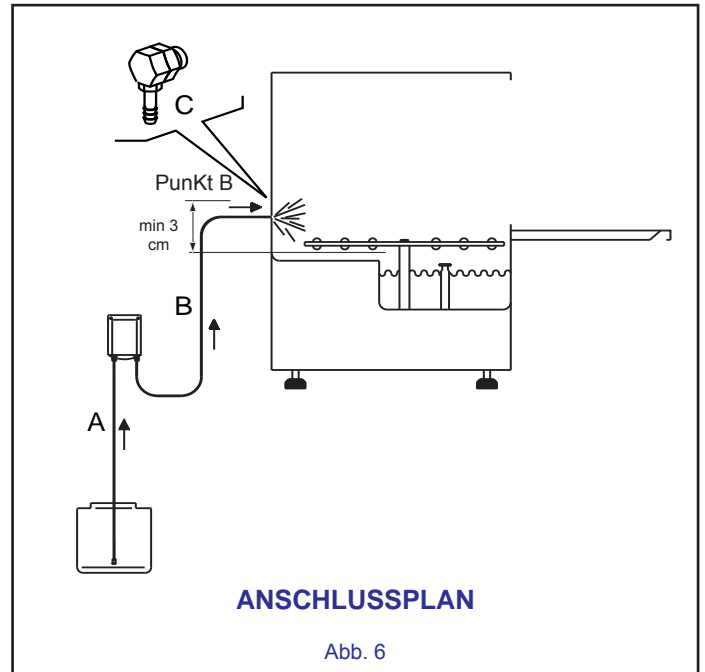

Abb. 6
- Andernfalls ist an der Beckenrückseite (siehe Abb. 6) entsprechend dem Durchmesser des Einspritzers eine Bohrung zu praktizieren; wenden Sie sich hierfür an Ihren Kundendienst. Die Bohrung ist oberhalb des max. Wasserstandes auszuführen. Wichtig ist, die Bohrung an einer Stelle zu praktizieren, die genügend weit vom Überlauf entfernt liegt, um das sofortige Auslaufen des Reinigungsmittels zu verhindern und den Dosierer mit den nach unten gerichteten Gummihaltern vertikal zu befestigen, wobei darauf zu achten ist, ihn nicht über unter Spannung stehenden Teilen zu montieren. Reinigen Sie den Innenraum der Maschine von einer Restlaufzeit Bohren.
- Schließen Sie das Saugröhrchen an den Sauganschluss des Dosierers an (siehe Abb. 6, Punkt A).
- Schließen Sie das Druckröhrchen an den anderen Anschluss des Dosierers und den Druckanschluss an (siehe Abb. 6, Punkt B).